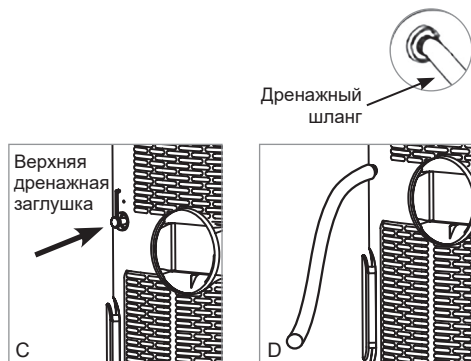

Рис. 14
3. Вытащите сливную пробку (см. рис. 14 C). Из пробки могут стечь капли воды, поэтому рекомендуется использовать поддон.
4. Подсоедините к сливному отверстию шланг диаметром 1/2" (не поставляется в комплекте), как указано на рис. 14 D.